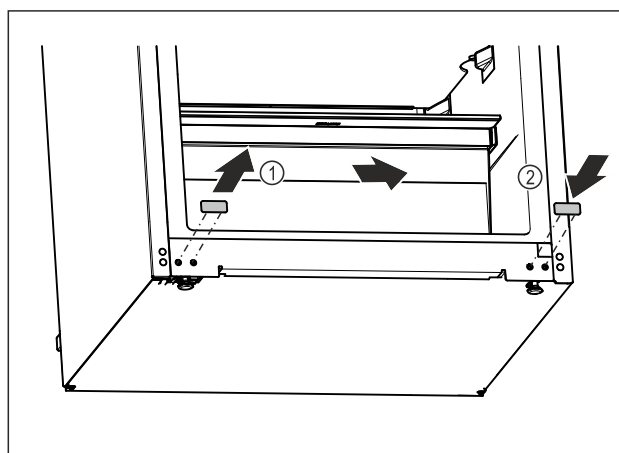

Fig. 12
- ▶ Izvlecite pokrivni čep. Fig. 12 (1)
- ▶ Pokrivni čep vstavite na nasprotni strani. Fig. 12 (2)